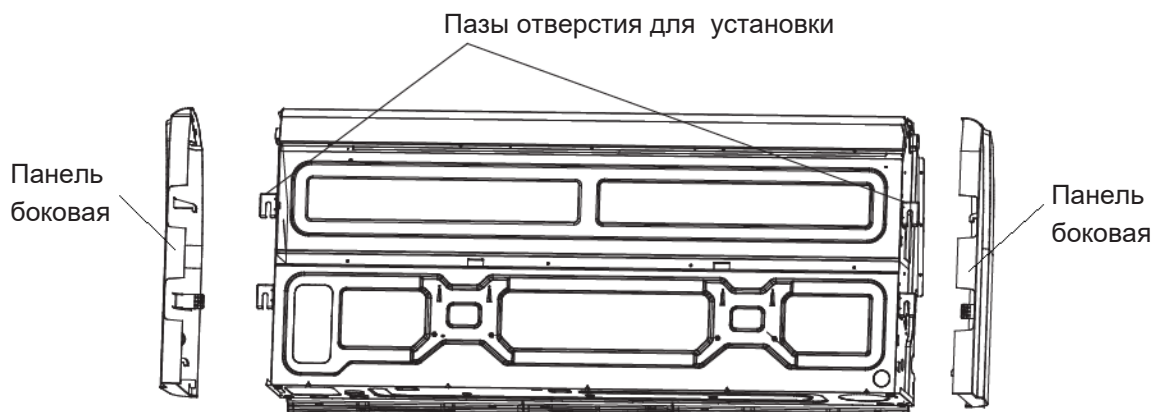

Рис.2.15
- Перед началом монтажа снимите боковые панели с двух сторон. Для этого открутите по 4 винта с каждой стороны (рис.2.15)